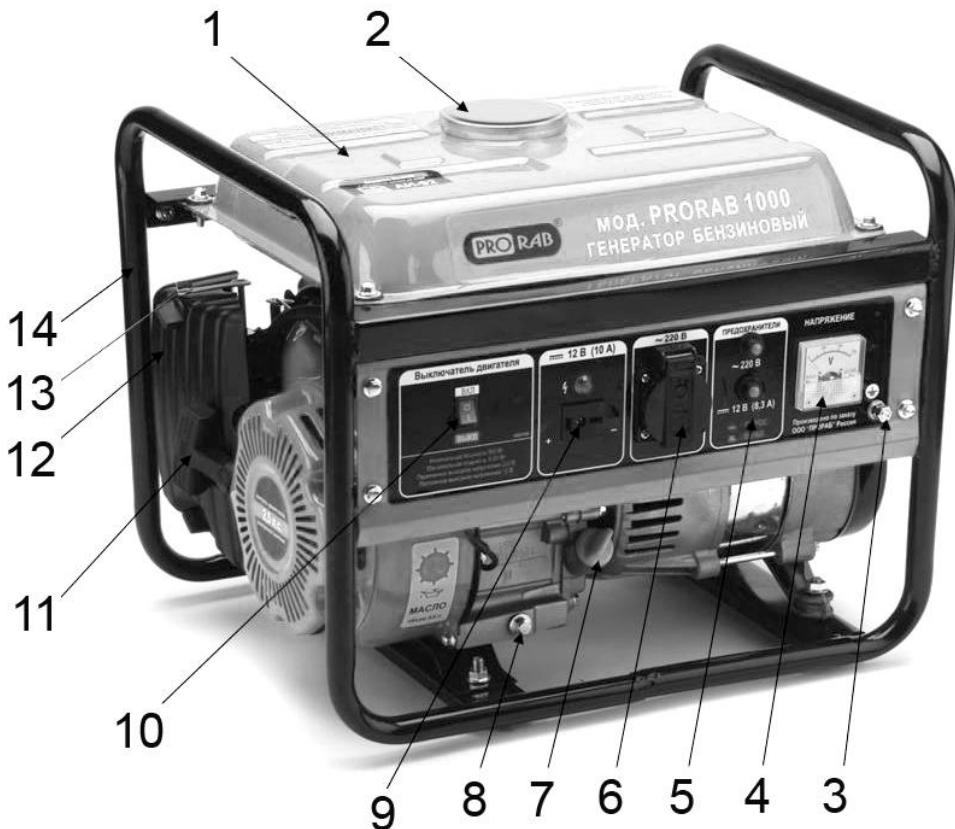

Рис. 1
- Оптимальное смесеобразование горючей смеси (топлива и воздуха) обеспечивает система питания карбюраторного бензинового двигателя. Возможность пуска бензинового двигателя в холодную погоду обеспечивает устройство регулирования положения воздушной заслонки карбюратора (13)(См. Рис.1).
- Запуск бензинового двигателя осуществляется ручным стартером, при помощи рукойтки (11).
- Заправка топливного бака (1) осуществляется через заправочную горловину, закрытую крышкой (2).
- Топливо из топливного бака (2) через топливный кран и топливную систему, поступает в карбюратор.
- С помощью воздушного фильтра производится очистка воздуха, поступающего в карбюратор двигателя. Для проведения технического обслуживания, воздушный фильтр снабжен съемной крышкой (12). Через крышку открывается доступ к фильтрующему элементу.
- Розетка (6) предназначена для подключения потребителей однофазного переменного тока, напряжением 220 В.
- Вольтметр (4) предназначен для измерения величины выходного напряжения работающего генератора.
- Розетка (9) предназначена для подключения потребителей постоянного тока, напряжением 12 В.
- Окрутите крышку топливного бака (2)(См. Рис.1). Проверьте уровень топлива.
- Отверните масляную пробку (7)(См. Рис.1), достаньте щуп.
- Соедините разъем заземления (3)(См. Рис.1) на панели управления с заземлителем. Для соединения используется провод, сечением не менее 1,5 мм².
- Противоположный конец провода соединяется с клеммой заземления генератора (3)(См. Рис.1).